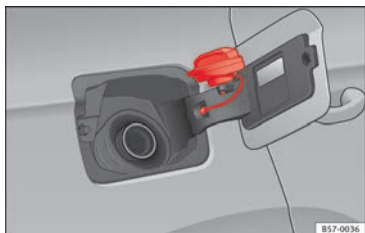

Fig. 58 Trappe à carburant avec bouchon fermé.
- Placez le bouchon dans le logement se trouvant sur la charnière de la trappe à carburant ouverte »» **fig. 58**.